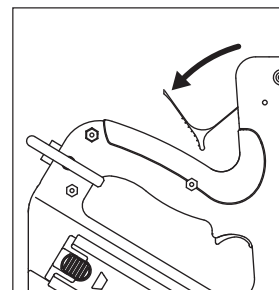

Figure 10
1. Tirer la trappe de la pile à combustible vers le haut et l'incliner vers l'extérieur pour l'ouvrir. La trappe de la pile à combustible bascule vers le manche de l'outil (voir la figure 10).